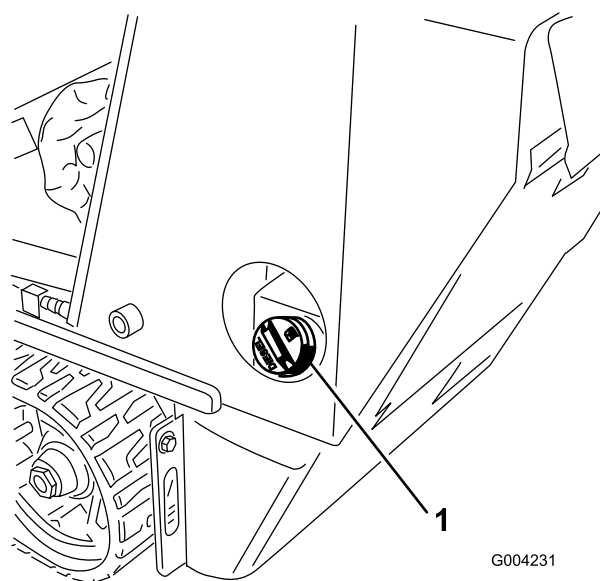

Рисунок 15
3. Очистите область вокруг крышки топливного бака и снимите крышку (Рисунок 15).